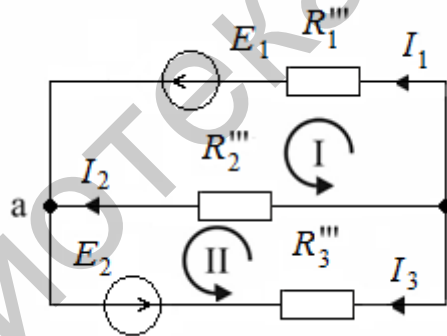

Рис. 199
17. Для преобразованной схемы (рис. 199) получаем: